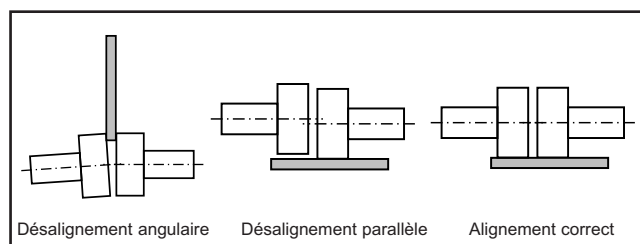

Figure 7- Alignement de l'accouplement
1. L'alignement angulaire et parallèle de l'accouplement DOIT être conservé conformément aux instructions du fabricant de l'accouplement ; voir la figure 7.